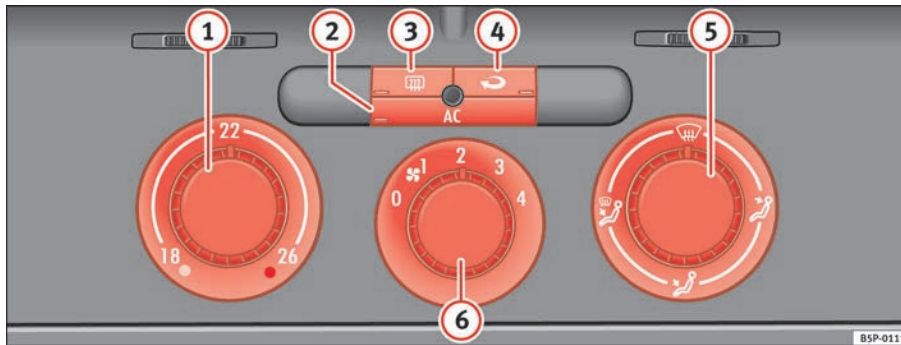

Abb. 129 In der Instrumententafel: Bedienelemente der Climatic
- Mit den Reglern ⇒ Abb. 129 **1** und **5** und mit dem Schalter **6** stellen Sie die Temperatur, die Luftverteilung und die Gebläsestufe ein.
- Schalten Sie die Klimaanlage mit der Taste  $\Rightarrow$  Seite 157, Abb. 129 (AC) ein.